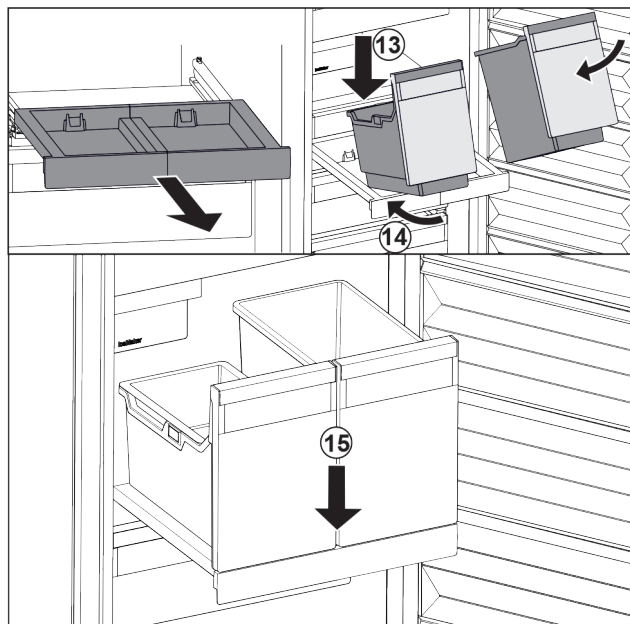

Fig. 145
- Vendosni kutinë pjerrtas mbi raftin me tërheqje. Fig. 145 (13)
- Shtyjeni kutinë brenda pjerrtas për nga prapa. Fig. 145 (14)
- Uleni poshtë kutinë përpara. Fig. 145 (15)